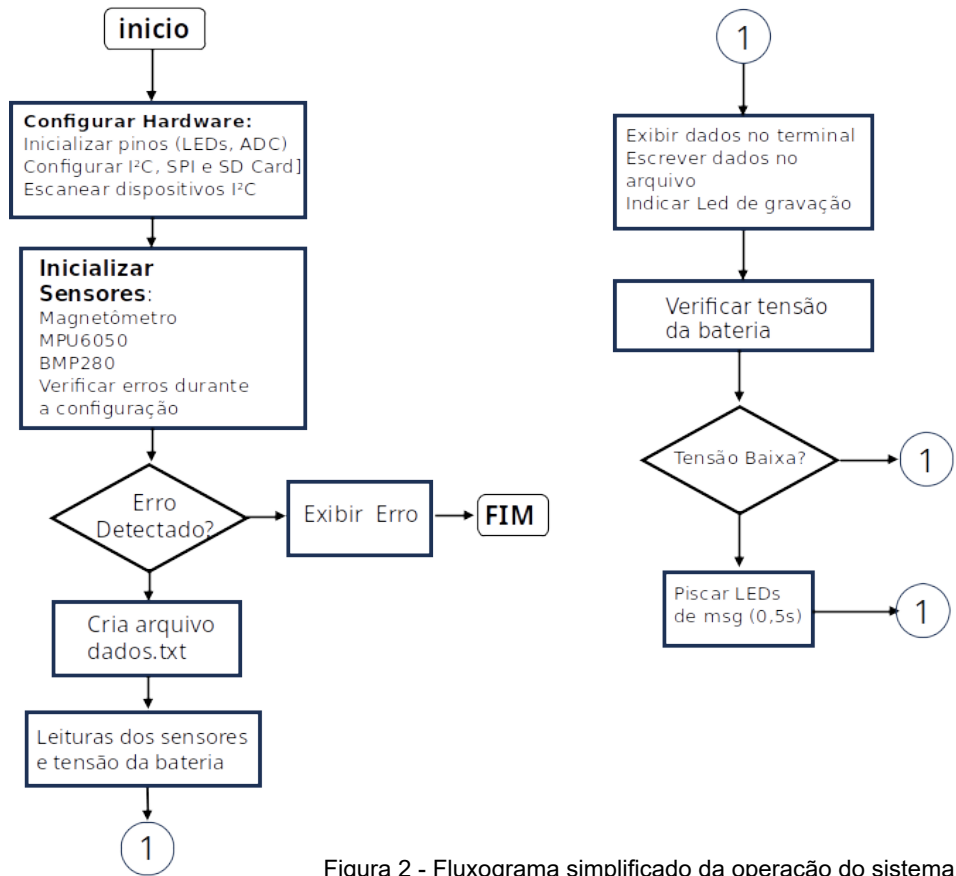

Figura 2 - Fluxograma simplificado da operação do sistema
- 1000– Gravando no cartão SD do sistema está descrito na figura 2.
O fluxograma do sistema está descrito na figura 2.